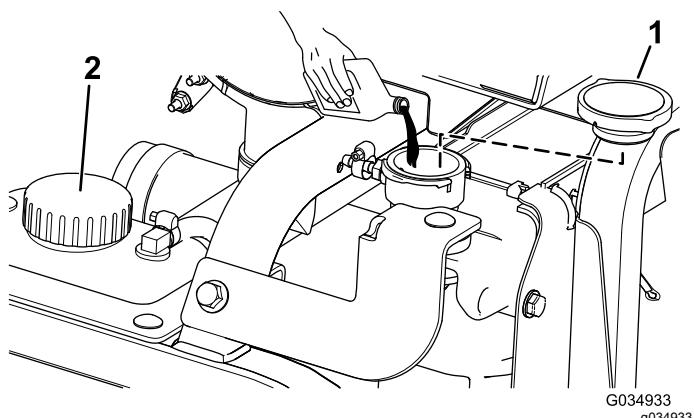

Figure 112
- 5. Remplissez le radiateur de liquide de refroidissement jusqu'à ce que le niveau atteigne le rebord de l'orifice de remplissage (Figure 112).